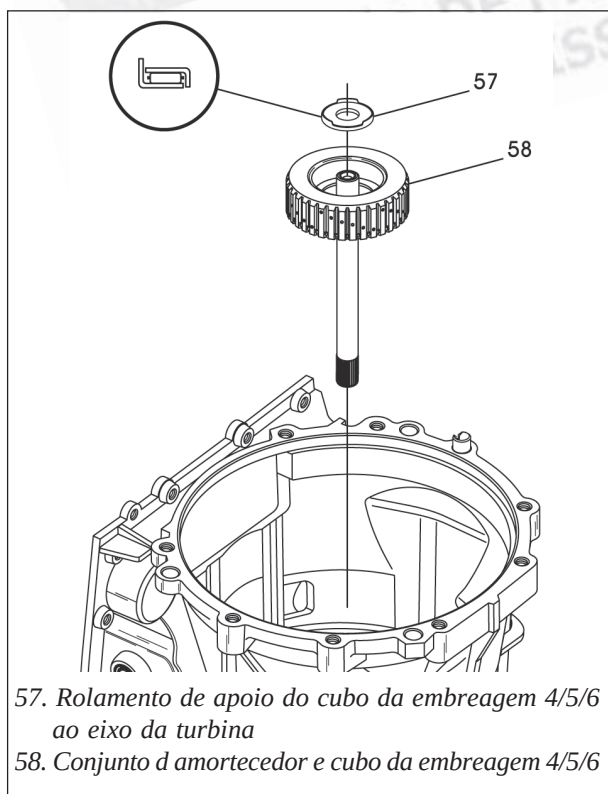

Figura 159
14. Instale o cubo da embreagem 4/5/6 e o conjunto amortecedor, conforme mostra a figura 159.
15. Instale o rolamento de apoio da embreagem 4/5/6 ao eixo da turbina na direção mostrada na figura 159.